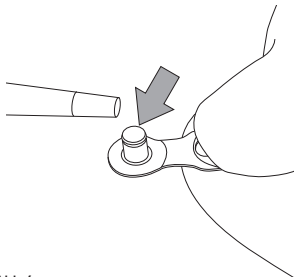

Abb.6
- Schmieren Sie die Stifte des C-Link™ mit einem Spezialschmiermittel für Ketten (**Abb. 6**).